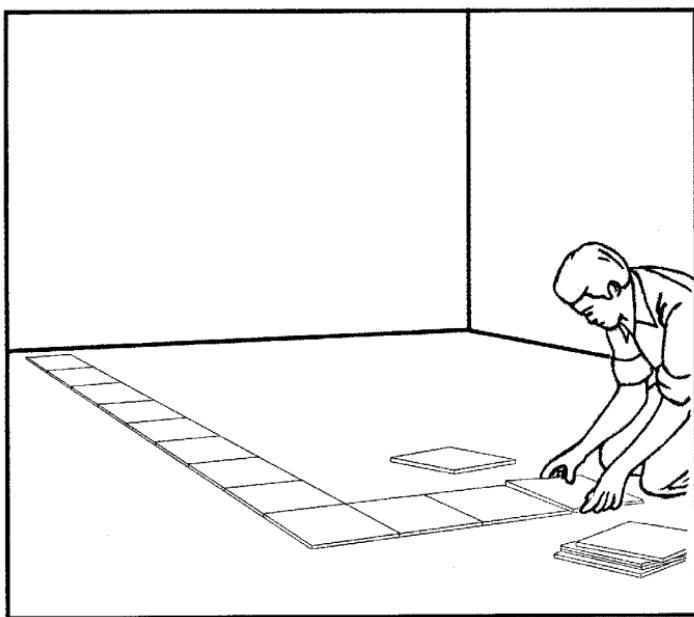

Рис. 104. Проверочная укладка плиток из полимерных материалов при рисунке параллельно стенам
- ◊ проводите укладку согласно общим требованиям (рис. 104, 105 и 106) по типу покрытия из керамической плитки;